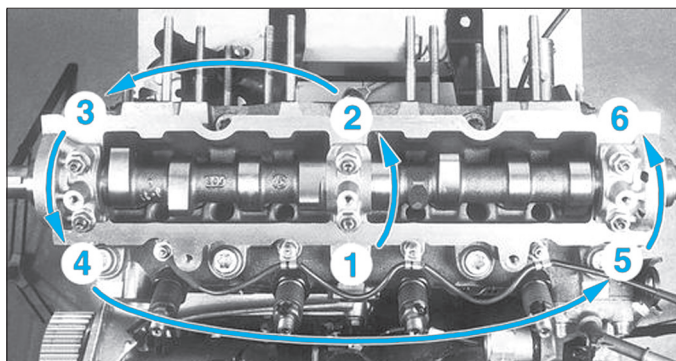

FIG. 41
- Reposer les chapeaux de paliers d'arbre à cames et les serrer progressivement dans l'ordre indiqué (Fig.41).